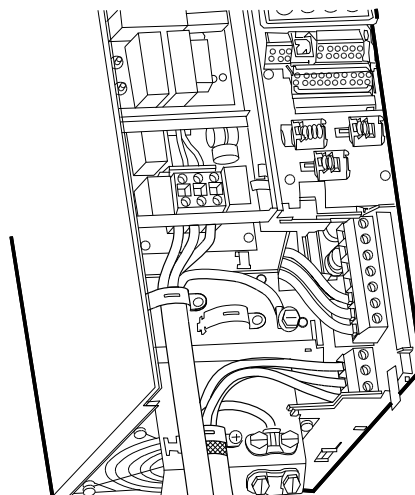

图 16 主电源与电机连接，B3
1. 将地线连接到终端 95 (PE)。见图16和17。
1. 将地线连接到终端 99 (PE)。见图16和17。
2. 将电机导线连接到终端 96 (U), 97 (V), 98 (W)。